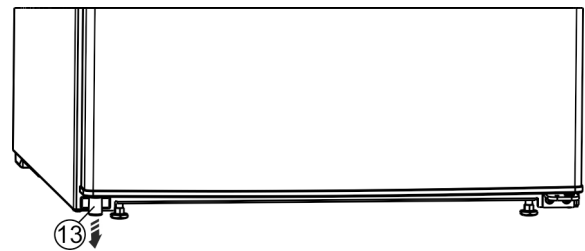

Fig. 14 *
- Извадете дистанционния елемент Fig. 14 (13) от вратата долу вляво.*